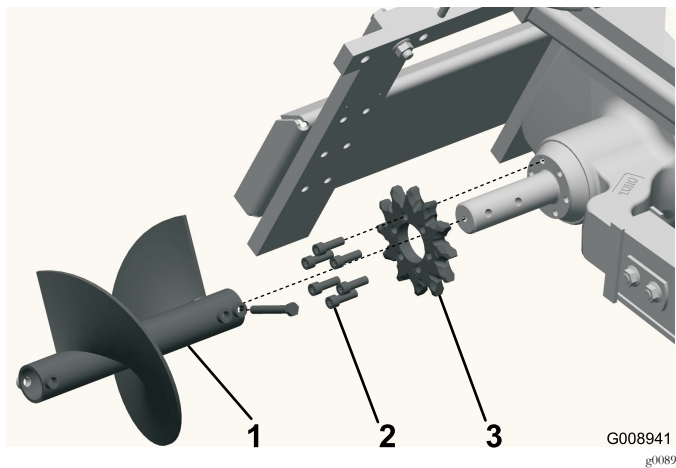

Figura 11
3. Retire el sinfín (Figura 11).
8. Retire los 6 pernos que fijan el piñón de arrastre (Figura 11).
9. Retire y deseche el piñón de arrastre (Figura 11).
11. Deslice el piñón nuevo sobre el eje, según se muestra en Figura 11.
12. Enrosque los 6 pernos que fijan el piñón de arrastre con la presión de los dedos solamente (Figura 11).